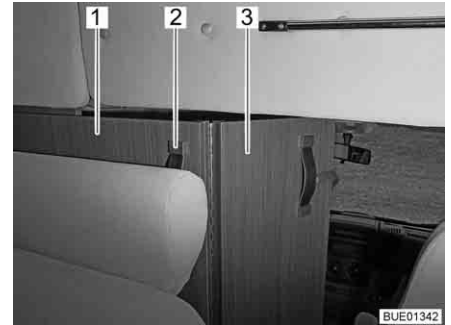

Fig. 56 Separación de la cabina del conductor
- Coger la separación de la cabina del conductor (Fig. 56,1) por el asidero (Fig. 56,2) y tirar hacia atrás hasta que el borde de la separación de la cabina del conductor se encuentre aproximadamente a la altura del respaldo del banco (Fig. 56).
- Desplegar la parte plegable de la separación de la cabina del conductor (Fig. 56,3) entre los asientos de la cabina del conductor.